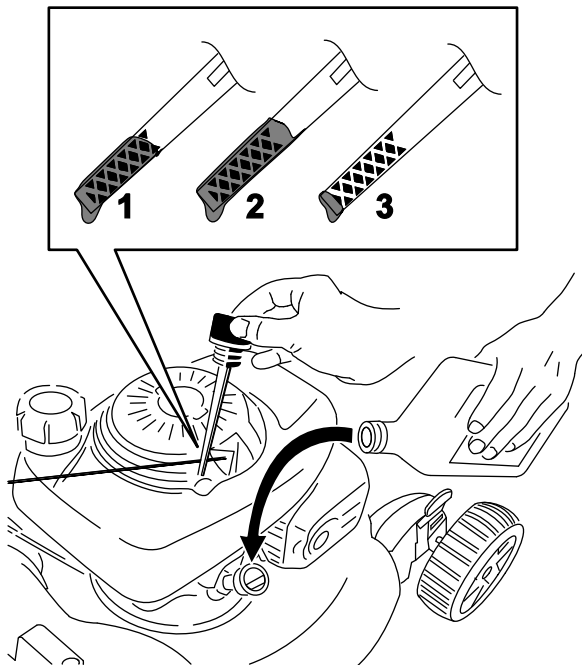

Figure 11
2. Tournez le bouchon dans le sens antihoraire et sortez la jauge (Figure 11).
5. Relevez le niveau d'huile indiqué sur la jauge (Figure 11).
- Si le niveau d'huile est trop bas, (Figure 11), versez avec précaution une petite quantité d'huile détergente SAE 30 ou SAE 10W-30
- Si le niveau d'huile est trop élevé (Figure 11), vidangez l'excédent d'huile jusqu'à obtention du niveau d'huile correct sur la jauge ; voir Vidange de l'huile moteur \(page 16\).